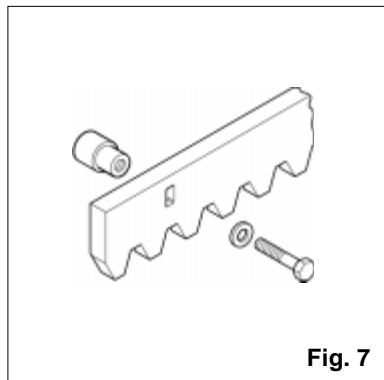

Fig. 7
- 1) Predisporre la cremagliera (fornibile a richiesta), con le viti TE 8x25 e i distanziali a saldare in dotazione, come da fig.7.